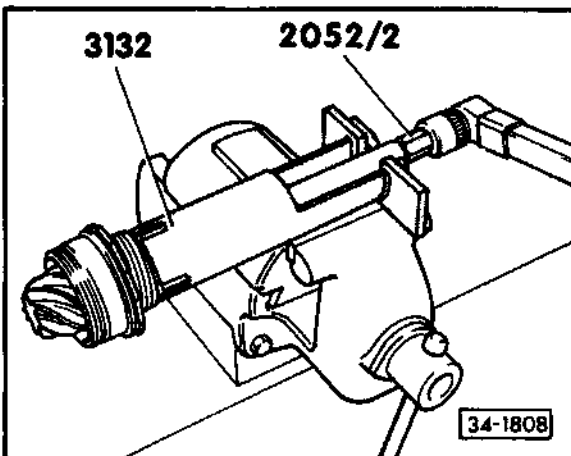

Abb. 2 Nutmutter abschrauben, anziehen
- abschrauben, bei Achsantrieb mit zuschaltbarem Allradantrieb – Abb. 2
o einstellen - Abb. 2
o so aufsetzen, daß der Faltenbalg vorn die richtige Lage hat - Abb. 2
◄ Abb. 2 Einstellen des Faltenbalges